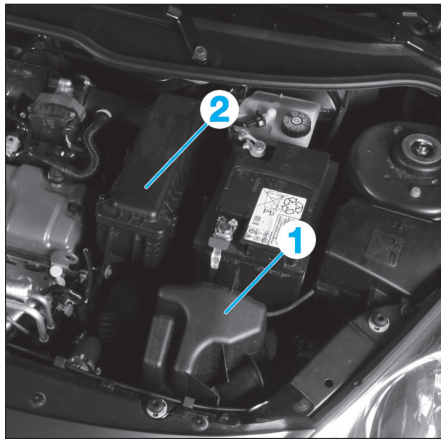

Fig. 22
- le résonateur d'air (1) (Fig.22),
- le boîtier filtre à air (2).